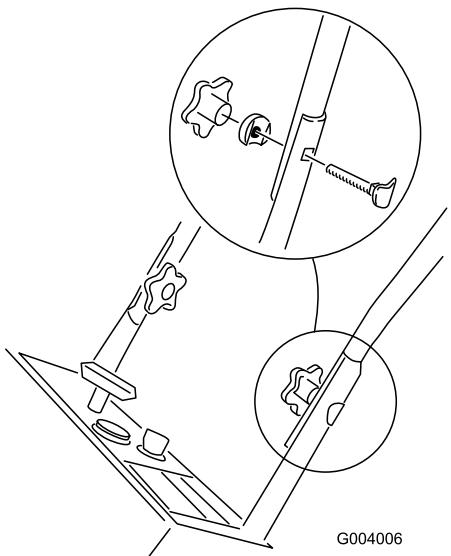

Bild 3
2. Stecken Sie die Ovalkopfschrauben in die ausgerichteten Löcher, wobei sich der Schraubenkopf an der Außenseite des Griffes befinden muss. (Bild 3).